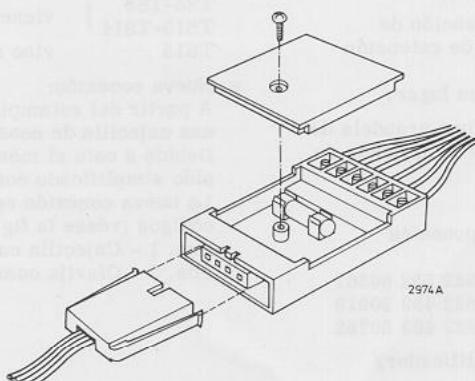

Fig. 1
- In fitting the toothed wheel 110, be sure that (1) the cam on this wheel points to the rear of the set when in OFF position, and (2) that the cam and the slider are exactly parallel to each other.
- Fixing the bracket 103 (Fig. 1 in service manual)
- Vastzetten van beugel 103 (fig. 1 in service manual)
De nieuwe aansluiting wordt geleverd onder 2 kodenummers (zie fig. 1):
- Fixation de l'étrier 103 (fig. 1, service manual)
- A partir du marquage AH 03/322, le N2607 est pourvu d'un boîtier de connexion. Le montage et le démontage du magnétophone sont de ce fait simplifiés. La nouvelle connexion est fournie sous deux numéros de code différents (voir fig. 1):
- Fijación de la abrazadera 103 (fig. 1, service manual)
- Befestigen von Bügel 103 (Abb. 1, Service Manual)
Ab Stempelung AH03/322 ist Gerät N2607 mit einem Anschlusskasten versehen worden. Montage und Demontage des Recorders wird hierdurch erleichtert. Der neue Anschluss ist unter den zwei nachstehenden Code-Nummern erhältlich (siehe Abb. 1):
A partir del estampillado AH03/322 el N2607 es provisto de una cajecilla de conexión. Debido a esto el montaje y el demontaje del magnetófono ha sido simplificado considerablemente. La nueva conexión es suministrada bajo 2 números de códigos (véase la fig. 1):